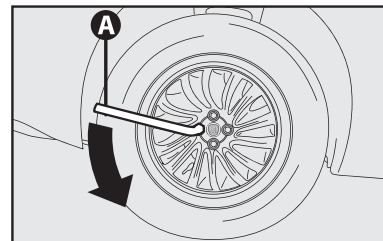

fig. 5
1) Desapertar cerca de uma volta os parafusos de fixação da roda a ser substituída **A-fig. 5**; (nos veículos equipados com calota fixada sob pressão, retirá-la antes, usando uma chave de fenda (não fornecida);